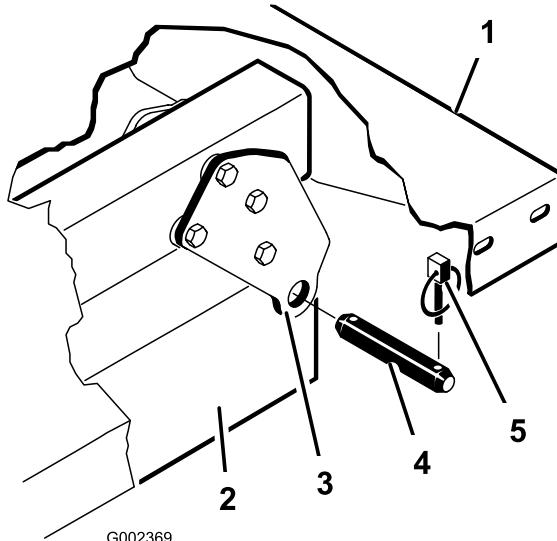

図 34
**注** 後部のピボットプレートは下端を後部に向けて荷台フレームチャネル鋼材にボルトで固定されています図 34。